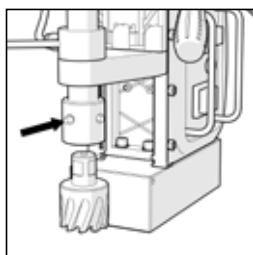

FIG. 6
- Vérifiez que les vis sans tête de verrouillage de la fraise situées dans la broche ne sont pas avancées dans l'alésage de la broche. **(Fig.6)**